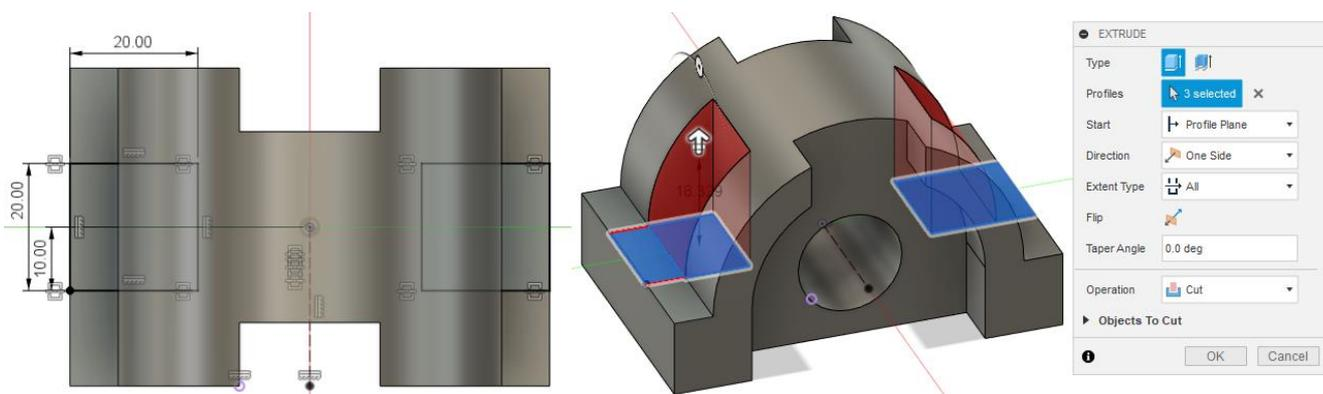

Рис.7.5. Ескіз 3 та його вирізання
4. На верхній площині виступу побудуємо ескіз (рис. 7.5) згідно розмірам креслення, для вирізання пазів (рис. 7.5).